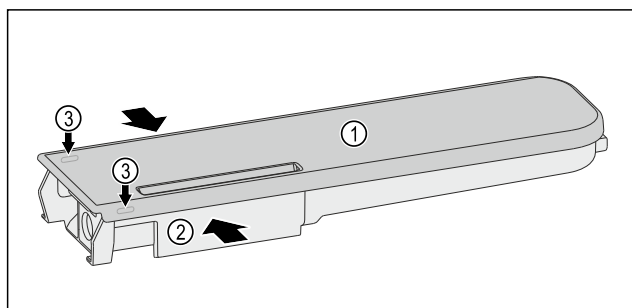

Fig. 151
- ▶ 挤压水容器 Fig. 151 (2)，然后小心地将盖子 Fig. 151 (1) 从锁定凸耳 Fig. 151 (3) 上撬起并向上拉。
- ▶ 略微来回移动盖子 Fig. 151 (1)，然后将其向上取下。